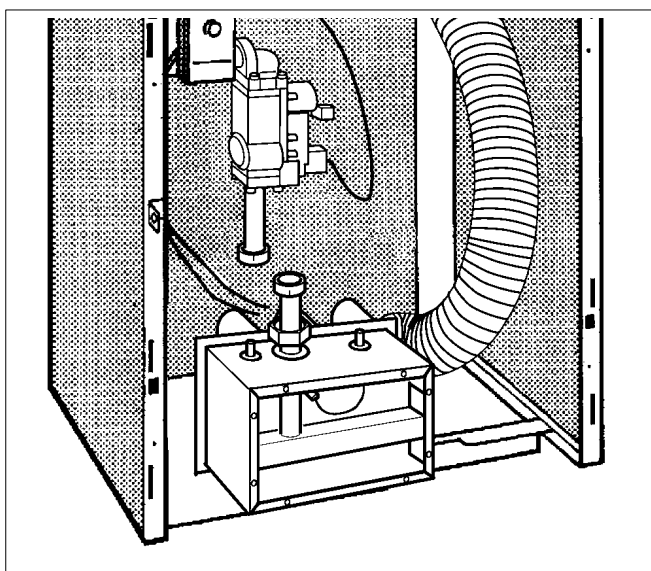

Fig. 34 Démontez le brûleur à gaz
- Séparer le brûleur de la ligne gaz au niveau du raccord-union (fig. 34)
- Desserrer les vis de fixation de la plaque du brûleur et retirer le brûleur avec le caisson (fig. 34)